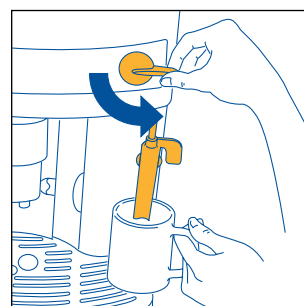
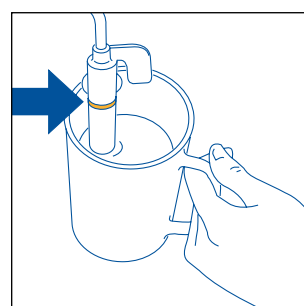

Fig.23
Fig.24
- Sett cappuccinolageren ned i melkebeholderen (fig. 23). Vær oppmerksom så ikke den uthevede linjen på cappuccinolageren nedsenkes (se pil på fig. 24). Vri damphåndtaket en halv runde mot venstre helt til den stopper opp (*forsiktig så du ikke brenner deg*). Cappuccinolageren sender ut damp som gir melken et kremaktig utseende og fører til at volumet øker. Får å få et enda mer kremaktig skum senkes cappuccinolageren ned i melken, og så beveger man beholderen i langsomme sirkelbevegelser nedefra og opp. (Det anbefales at man ikke bruker damputtaket i mer enn 2 minutter sammenhengende)